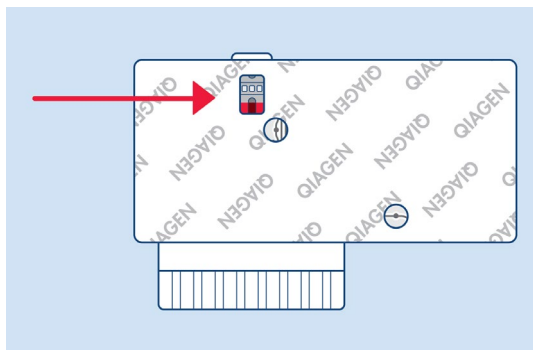

Figura 10. Janela de inspeção de amostras (seta azul).
9. Confirme visualmente se a amostra foi carregada verificando a janela de inspeção de amostras do QIAstat-Dx ME Panel Cartridge (Figura 10).